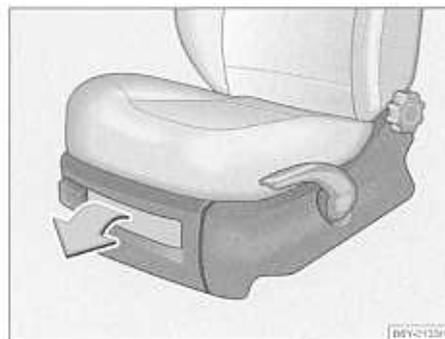

Fig. 74 Asiento delantero: compartimento guardaobjetos
- Para abrir la tapa, inclinar el cierre y levantar la tapa ⇒ fig. 74.